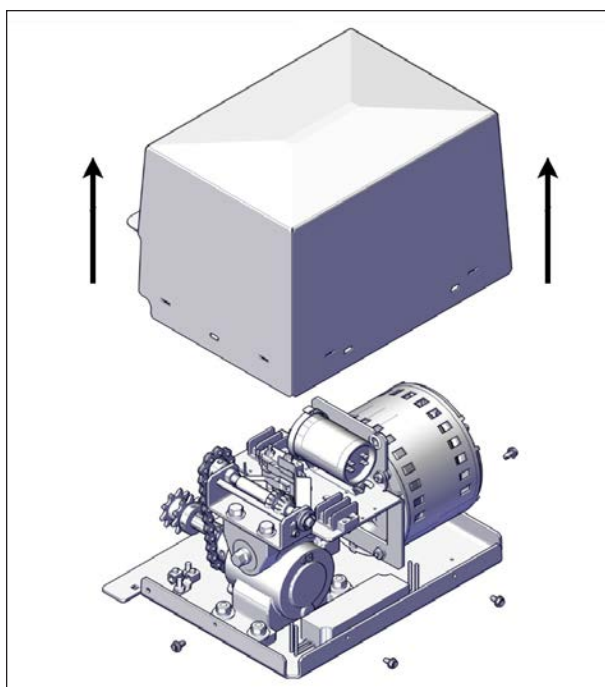

FIGURE 64: RETIRER LE COUVERCLE DE L'OPÉRATEUR
2. Retirer les quatre vis au bas du couvercle de l'opérateur et retirer le couvercle, voir Figure 64.